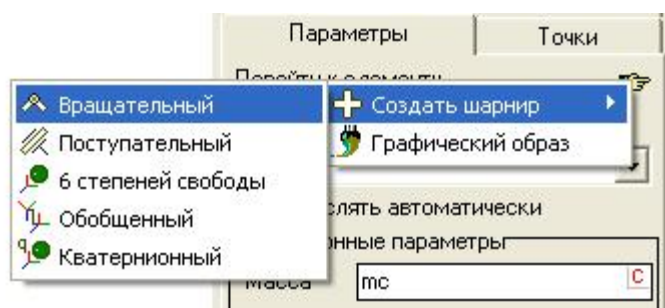

Рис.16.
2. В появившемся списке выбрать пункт **«Создать шарнир»**, затем **Вращательный** (рис.16).